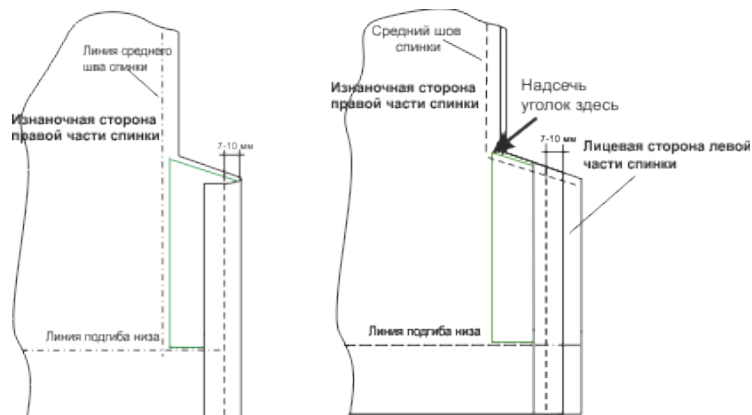

Рис. 3
3. Сметайте, а затем стачайте детали спинки по средним срезам с одновременной обработкой шлицы так, как показано на рис. 3.